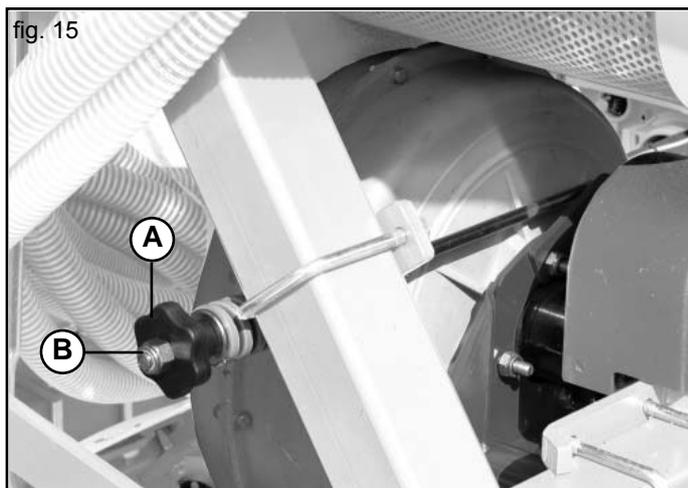
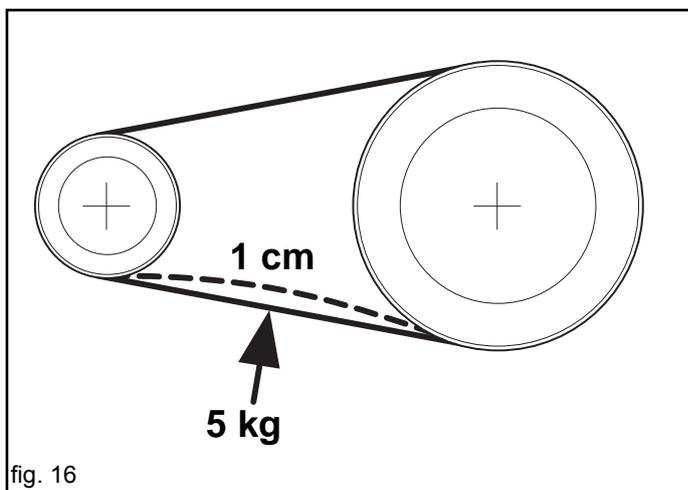

fig. 15
fig. 16
2) Ajustar el tensor de las correas usando la palanca (A, Fig. 15). Presionar la correa, en la parte central entre las dos poleas, con una fuerza de 5 kg. La fuerza debe provocar una deformación max. de 1 cm (Fig.16) en cada correa.
Para sustituir las correas de trasmision, aflojar totalmente la tension de las mismas usando la palanca (A, Fig. 15).
**Atención: NO QUITAR mai la tuerca B (Fig. 15).**